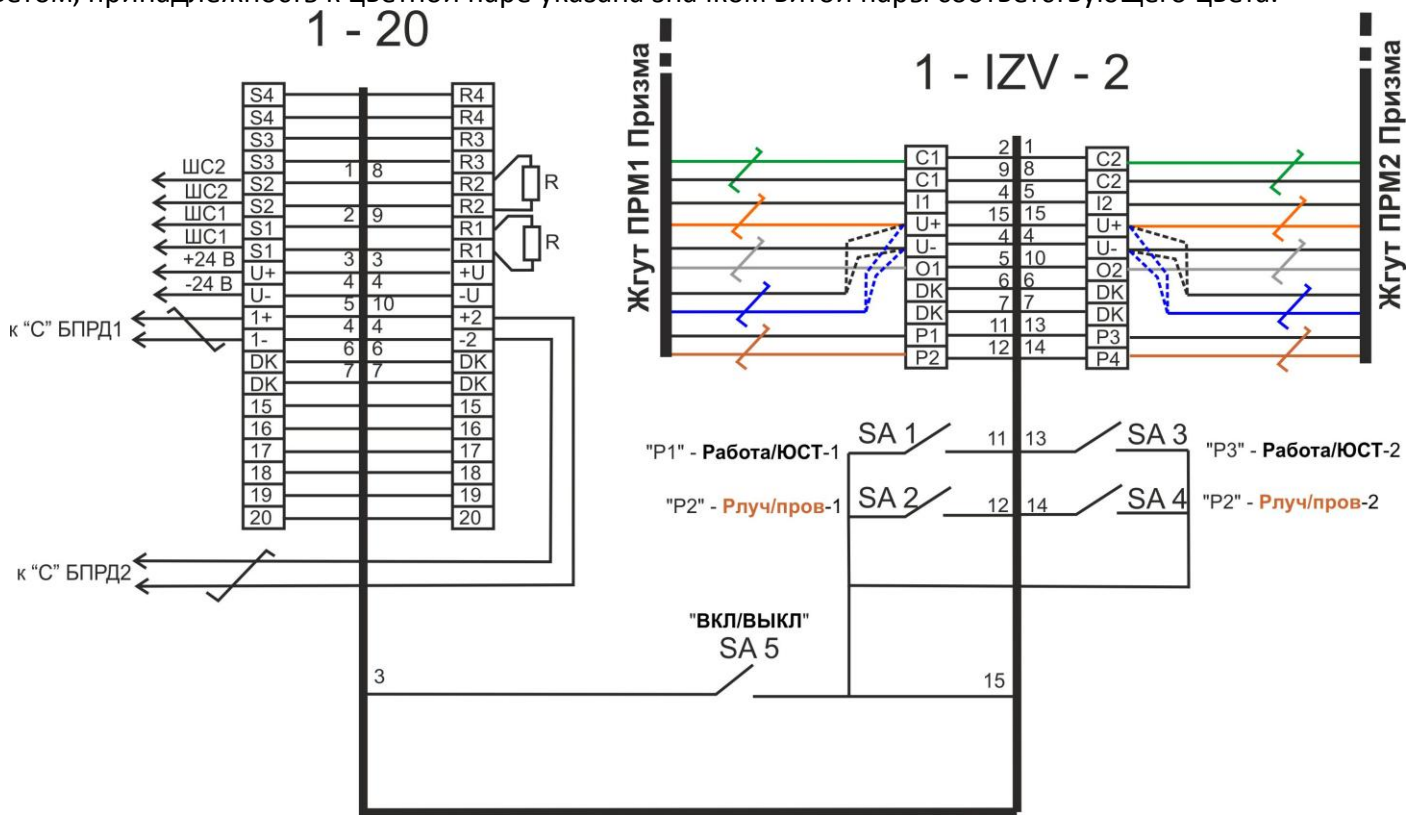

Рис.1
1.1 Подключить токопроводящие жилы кабелей блоков приемных БПРМ извещателя в соответствии со схемой на рис. 1. На схеме цвета белых проводов жгутов БПРМ1 и БПРМ2 окрашены черным цветом, принадлежность к цветной паре указана значком витой пары соответствующего цвета.
1.6 В соответствии со схемой рис.1 подключить окончательный резистор $R_{тр}$, обеспечивающий необходимое для приемно-контрольного прибора ПКП или концентратора системы сбора и обработки информации ССОИ, контрольное сопротивление, при этом значение $R_{тр}$ определяется сопротивлением, необходимым для поддержания дежурного режима ПКП. При выборе $R_{тр}$ необходимо учитывать сопротивление линий связи $R_{лс}$, особенно при небольших номиналах $R_{тр}$.